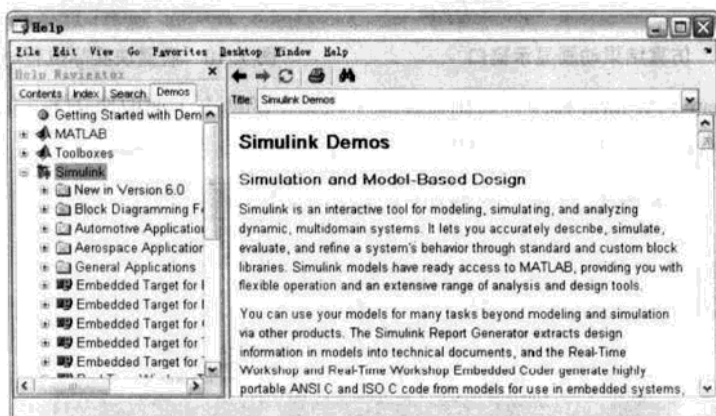

图 1.12 Demos 窗口
- (3) 从弹出的窗口中单击 Simulink 前的图标,展开的各种选项如图 1.12 所示。
- (4) 单击相应的选项进入不同的演示。